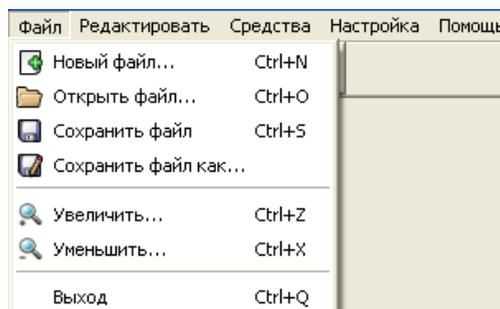
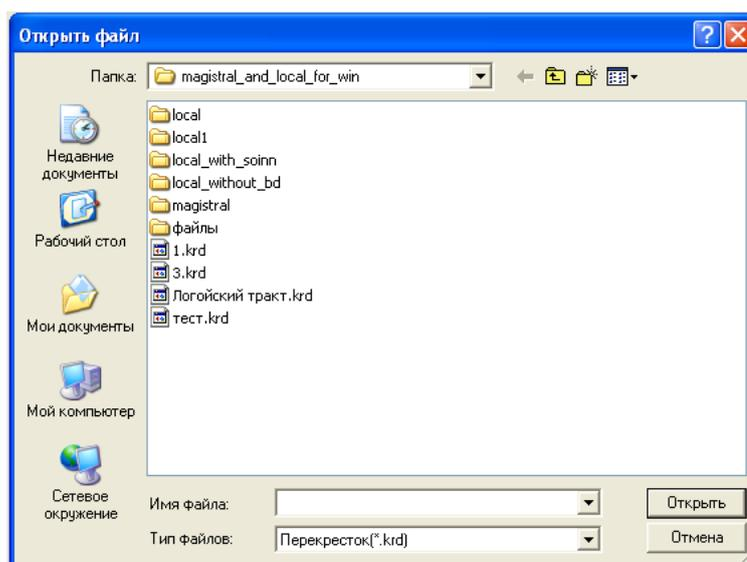
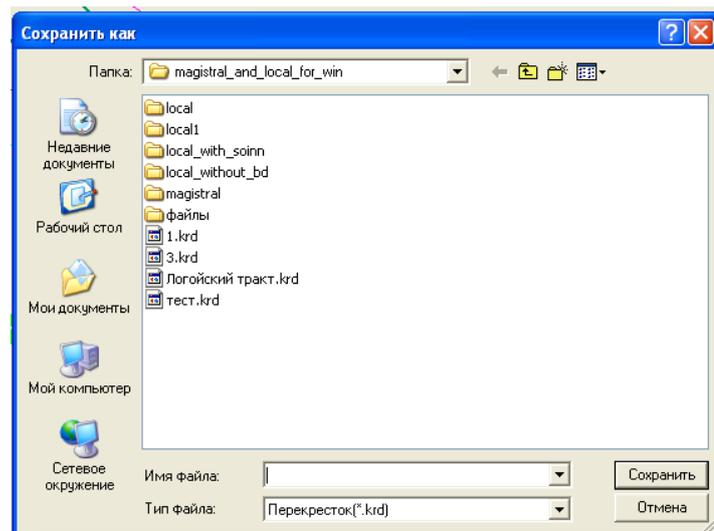

Рисунок 66
Рисунок 67
Рисунок 69
3.4.2.2.2. Все действия с файлами (создание нового файла, открытие, сохранение) осуществляются с помощью меню "Файл" на панели управления. Пункт меню "Файл" содержит команды (рис. 66):
При выборе команды "Новый файл..." (см. рис. 66) создается новый файл и очищается главное окно программы. При нажатии в главном окне программы кнопки "Новый файл..." создается новый файл *.krd, в который записывается информация о вновь вводимом плане координации.
При выборе команды "Открыть файл..." (см. рис. 66) появляется окно (рис. 67).
При выборе команды "Сохранить файл" и "Сохранить файл как..." (см. рис. 66) появляется окно (рис. 69):